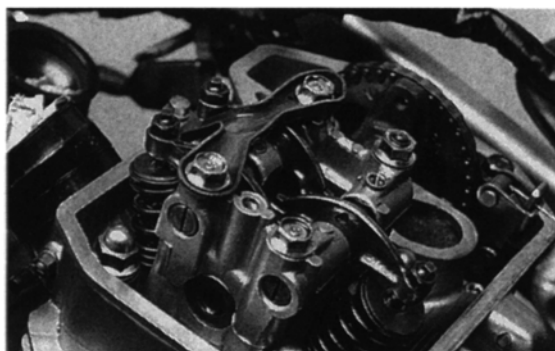

Bild 117
- Äusseren Nockenwellen-Lagerbock so anbringen, dass flache Fläche nach innen weist (Bild 117). Befestigungsschrauben anziehen (10 Nm).